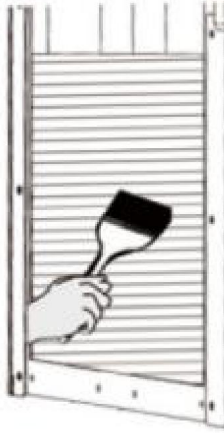

Fig.20
3. Demontera säkerhetsskyddsdelar. Borsta damm från kondensorns yta med torr borste som Fig20